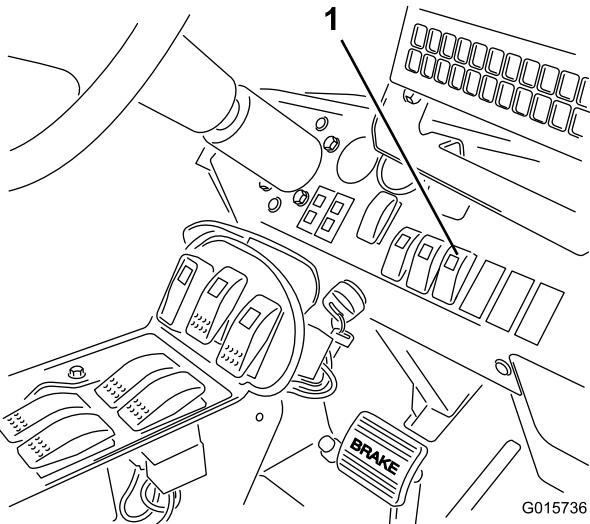

Figure 20
4. Poussez le commutateur des rampes soniques sur le tableau de bord en position Auto (Figure 20).